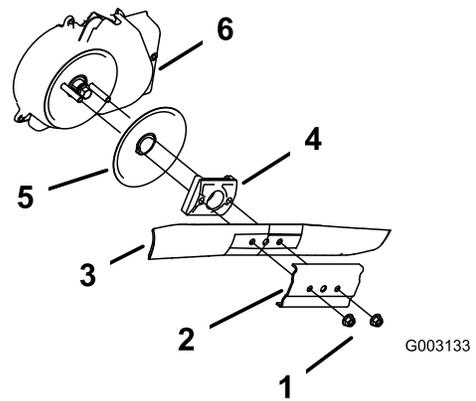

Bild 48
3. Entfernen Sie die beiden Messermuttern und die Verstärkung (Bild 48).
4. Entfernen Sie das Messer (Bild 48).
5. Entfernen Sie den Messermitnehmer und die Antiskalpierscheibe (Bild 48).
6. Entfernen Sie das Schutzblech des Systems zum Anhalten des Messers (Bild 48).
10. Befestigen Sie das Messer und die Verstärkung mit den zwei zuvor entfernten Messermuttern (Bild 48).